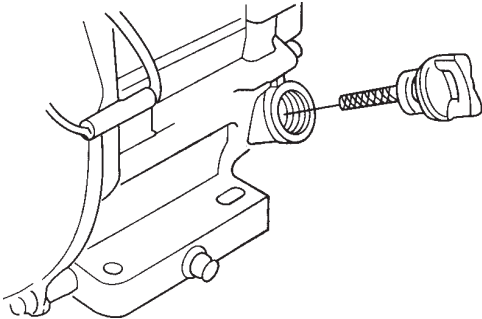

Figure 5. Bouchon-jauge de l'huile moteur
2. Retirez le bouchon-jauge du réservoir à huile moteur (figure 5) et nettoyez-le.